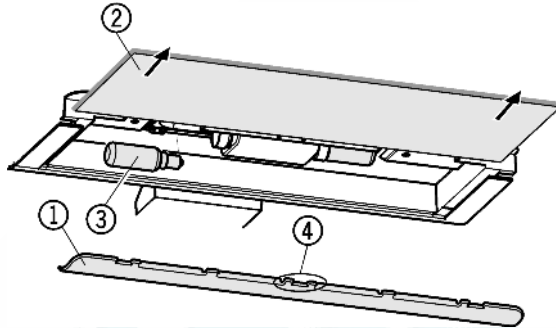

Fig. 17
- ▶ Снятие накладки Fig. 17 (1): сзади возьмитесь пальцем за накладку и снимите её с фиксатора.
- ▶ Извлеките стеклянную полку Fig. 17 (2).
- ▶ Лампу накаливания Fig. 17 (3) заменить.
- ▶ Установка накладки на место: защелкните справа и слева, следя за тем, чтобы средний крюк Fig. 17 (4) захватил стеклянную полку.